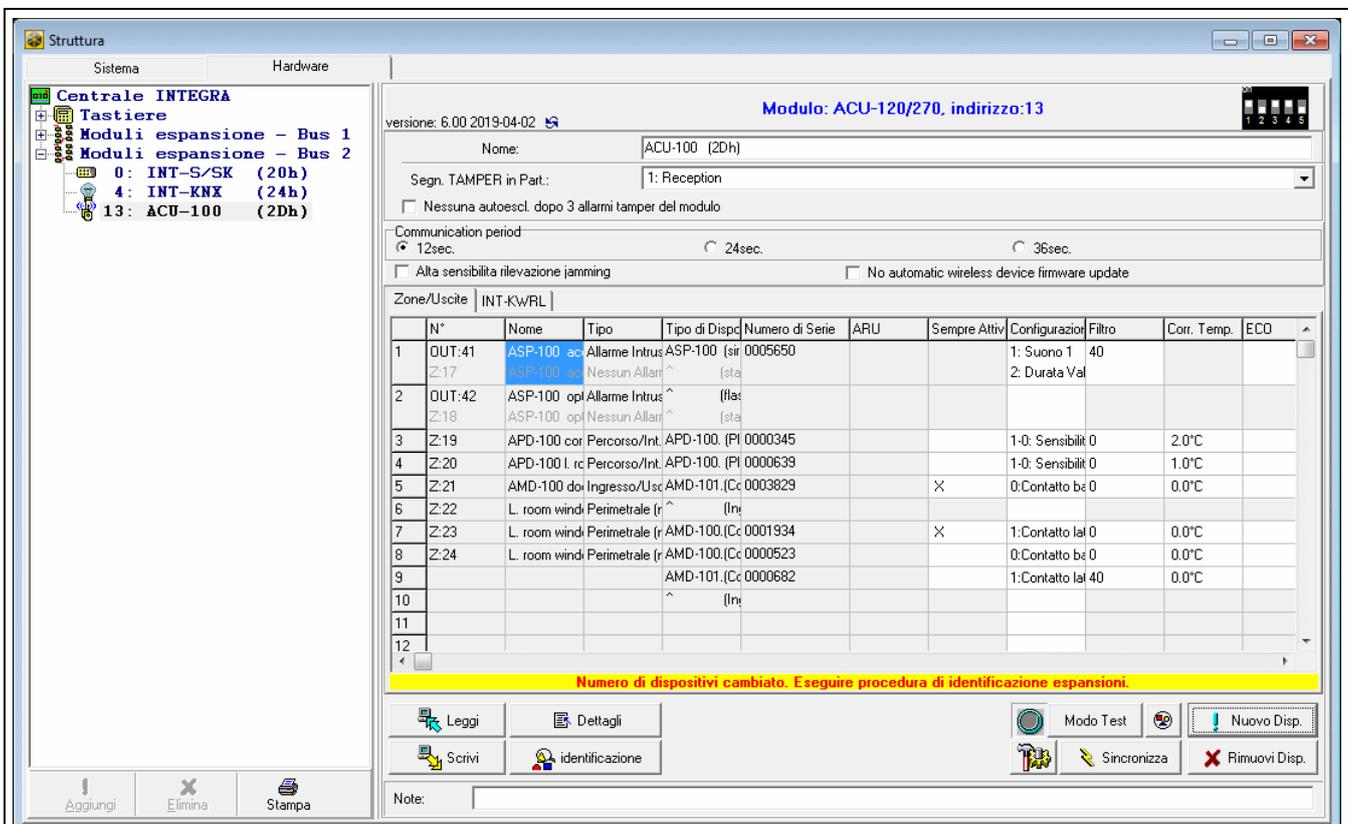

Fig. 9. Software DLOADX: informazioni visualizzate dopo la registrazione di un nuovo dispositivo nel ricevitore collegato alla centrale INTEGRA / INTEGRA Plus.
10. Premere il pulsante "Identificazione" (vedi: Fig. 9). Solo dopo aver completato la procedura di identificazione dell'espansione, nel sistema saranno disponibili nuove zone / uscite wireless.